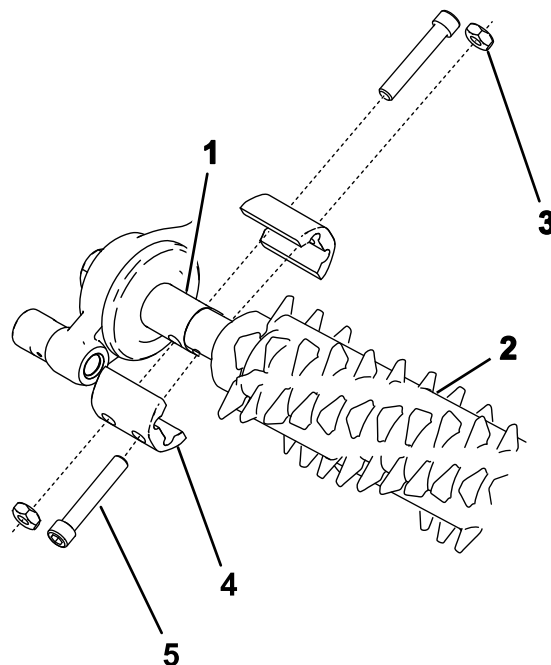

Figura 18
2. Allineate il gruppo groomer con gli alberi sussidiari di trasmissione della scatola della trasmissione del groomer e del gruppo tendicinghia (Figura 18).
3. Fissate il groomer alla macchina come illustrato nella Figura 18 e serrate adeguatamente i bulloni.